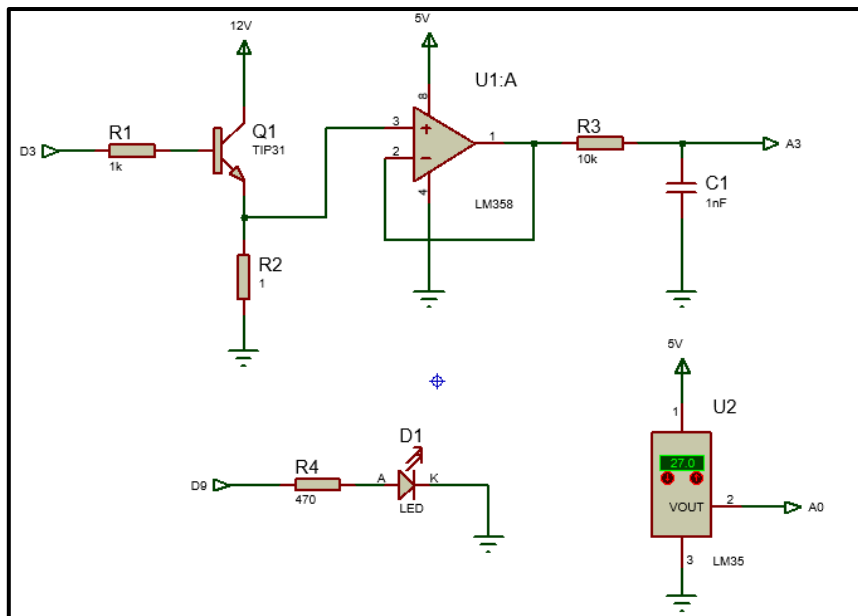

Figura 1 Sistema térmico
a) Considere la planta de temperatura que se muestra en la Figura 1.
- Implemente el circuito de la Figura 1 sin energizar el transistor bjt.